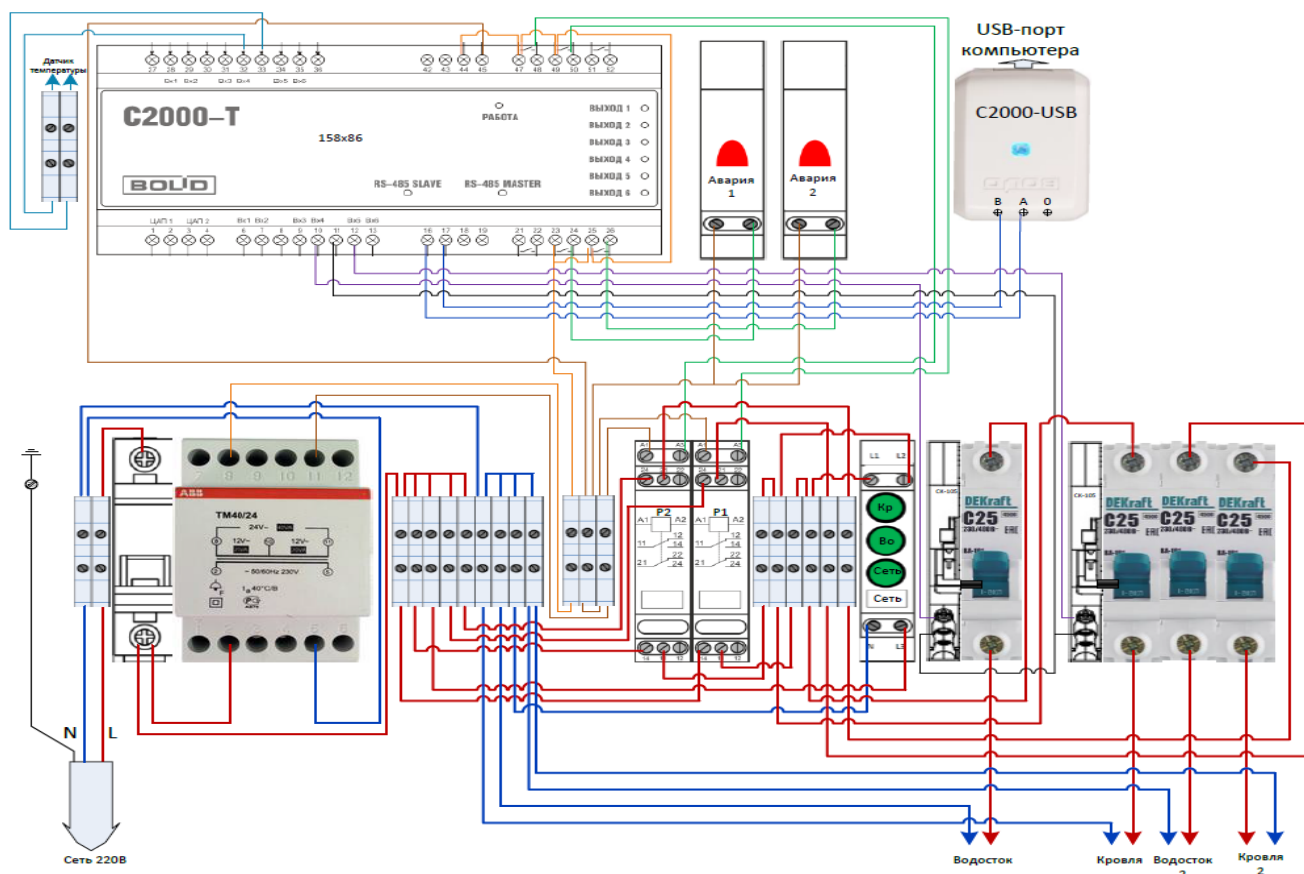

Рис.3. Схема электромонтажная.
4.3. Разместите на DIN рейках оборудование в соответствии со схемой электромонтажной рис.3.
4.4. Соедините внутреннее оборудование бокса в соответствии со схемой электромонтажной рис.3. При этом силовые цепи монтируйте проводами с сечением 1,5 кв.мм, а слаботочные – 0,75 кв.мм. Для удобства монтажа и проверки провода разных функциональных групп лучше выполнять проводниками разных цветов. Убедитесь в прочном механическом закреплении проводников в клеммах оборудования и клеммных колодок. Убедитесь в правильности монтажа визуально и с помощью тестера.
4.13. Проложите слаботочный кабель от датчика и силовые кабели объединённых «холодных концов» кабелей подогрева к боксу. Прокладка кабелей должна осуществляться в гофрированной ПВХ трубе, прикреплённой к стенке кабельными клипсами. В боксе освободите в предназначенных для этого местах отверстия для ввода кабелей, введите кабели и соедините их: кабель датчика подключите к клеммным колодкам в верхней части бокса в соответствии со схемой электромонтажной рис.3. Силовые кабели групп кабелей подогрева кровли и водостока подключите к клеммным колодкам в нижней части бокса в соответствии со схемой электромонтажной рис.3. Если потребляемая тепловым кабелем подогрева кровли мощность не превышает 3кВт, можно использовать только один выход «Кровля». Если потребление больше 3кВт – используйте оба выхода «Кровля» и «Кровля2», равномерно распределив нагрузку между выходами. Аналогично по выходам «Водосток» и «Водосток2». Максимальная нагрузка системы – 12кВт.
6.2. Восстановите все внешние кабельные соединения бокса в соответствии со схемой электромонтажной рис.3. Проверьте механическую надёжность подключения кабелей к клеммным колодкам бокса.